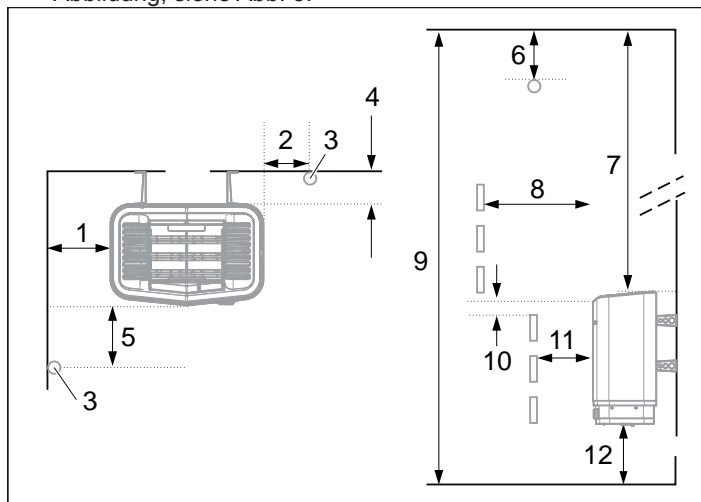
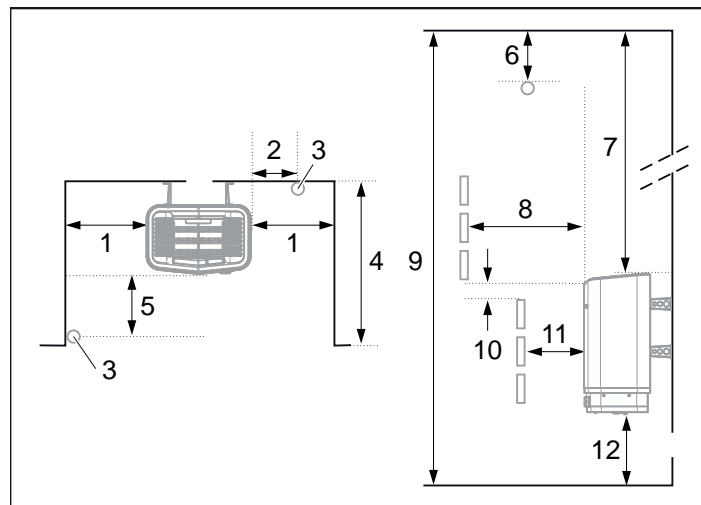

Abb. 3: Position des Saunaofens – Normalmontage
Abb. 5: Position des Saunaofens – Nischenmontage
- Planen Sie die Position des Sensors, siehe Abb. 3, Seite 14 sowie Abb. 5, Seite 14.
- An derselben Wand wie die Tür (nur ausnahmsweise an der Seitenwand, dann aber möglichst nah an der Türwand); der Ofen kann auch in einer Nische platziert werden, siehe Abb. 5.
- Mit sicherem Abstand zu Boden, Seitenwänden und Einrichtung, siehe Abb. 3. Platzieren Sie den Sensor gemäß der Abbildung, siehe Abb. 3.
1. Platzieren Sie den Saunaofen in sicherem Abstand zu Boden, Seitenwand und Einrichtung, siehe Abb. 5.
2. Platzieren Sie den Sensor gemäß der Abbildung, siehe Abb. 5.